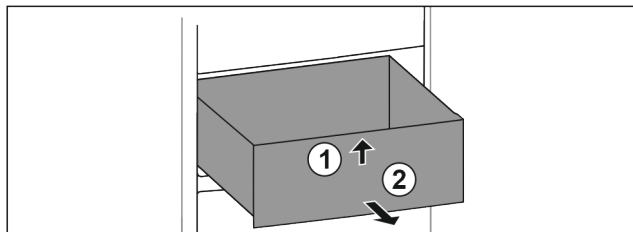

Fig. 191
- ▶ Nadzvedněte zásuvku vpředu. Fig. 191 (1)
- ▶ Vyjměte zásuvku dopředu. Fig. 191 (2)